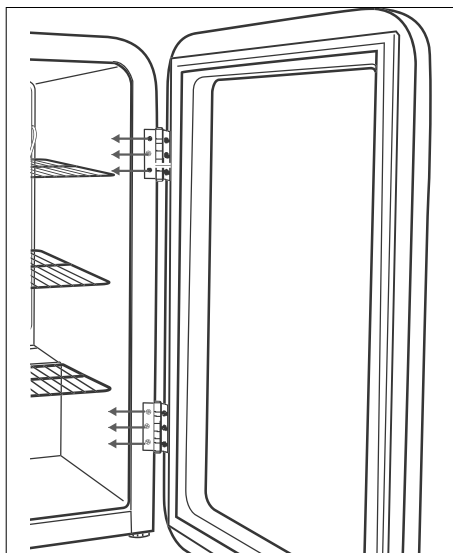
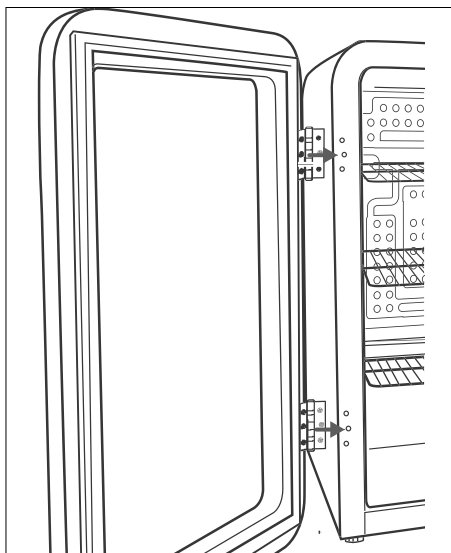

Abb. 3
Abb. 4
- ▶ Entfernen Sie die jeweils drei Schrauben und den Abstandshalter vom oberen und unteren Scharnier mit einem Kreuzschlitzschraubendreher, um die Kühlraumtür (4) zu entfernen (siehe **Abb. 3**). Entfernen Sie zunächst das untere Scharnier vom Gerätegehäuse, dann das obere Scharnier. Halten Sie die Kühlraumtür (4) dabei fest, um ein Herabstürzen zu verhindern.
- ▶ Entfernen Sie die Kühlraumtür (4) und drehen Sie die Kühlraumtür um 180°.
- ▶ Schrauben Sie die Scharniere der Kühlraumtür (4) und den Abstandshalter in den Montagebohrungen für Türanschlag links (10) wieder an (siehe **Abb. 4**).